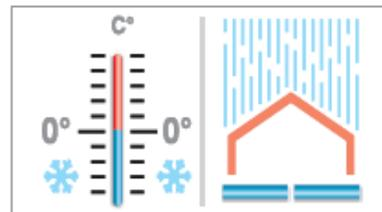

Abb. 8: Zulässige Arbeitsbedingungen einhalten
1. zulässige Arbeitsbedingungen schaffen, z. B. Schweißzeit | Abb. 8